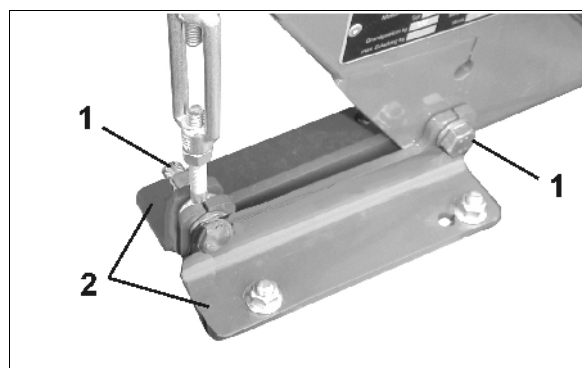

Fig. 24
- 3.1 Links : 2 Verschraubungen (Fig. 24/1) lösen und 2 Kupplungsteile (Fig. 24/2) abnehmen.